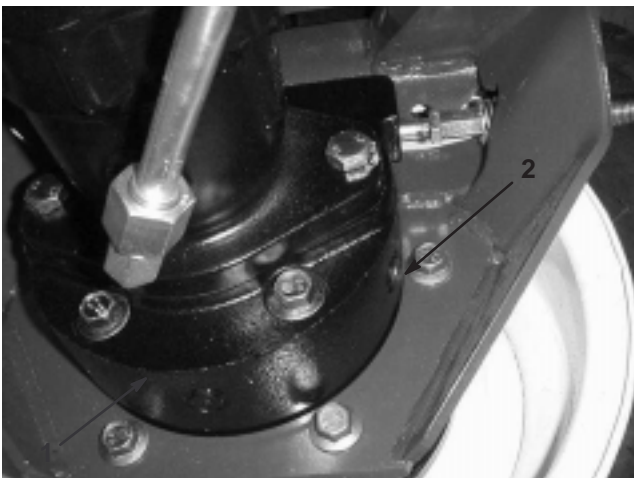

Bild 10
2. Entfernen Sie die Verschlusschraube (Bild 9) vom Planetengetriebe und die Prüfschraube von der Rückseite der Bremse (Bild 10). Der Ölstand muss die Unterseite des Prüflochs an der Vorder- und Rückseite der Bremse erreichen.